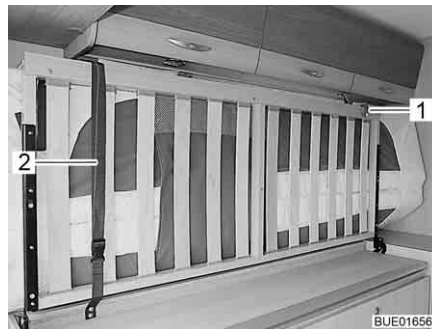

Bild 10 Bett, zur Seite geklappt
- Wenn das Bett zur Seite geklappt ist, Bett mit dem Sicherungsgurt (Bild 10,2) und dem Sicherungsband (Bild 10,1) sichern.